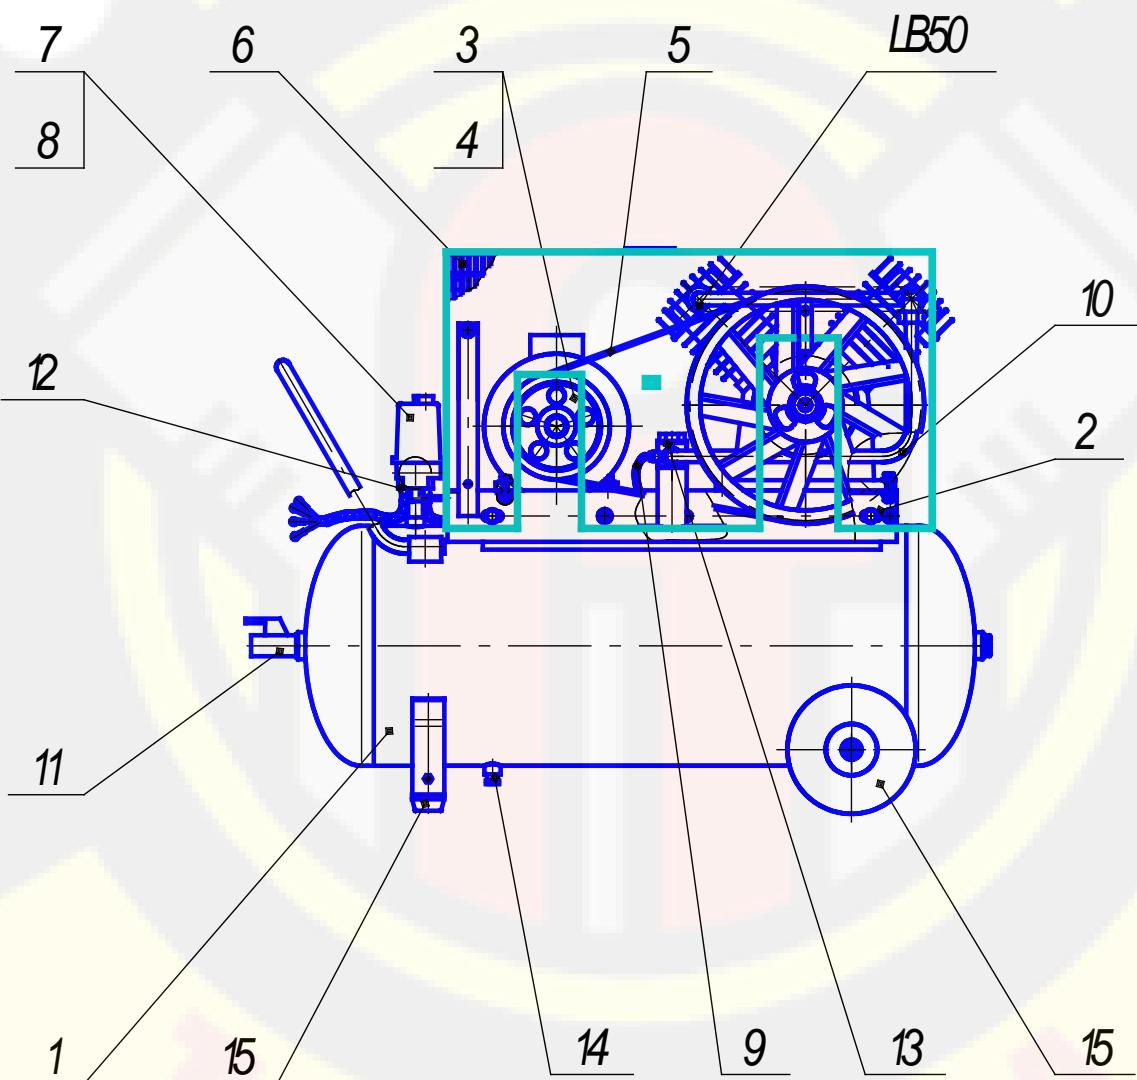
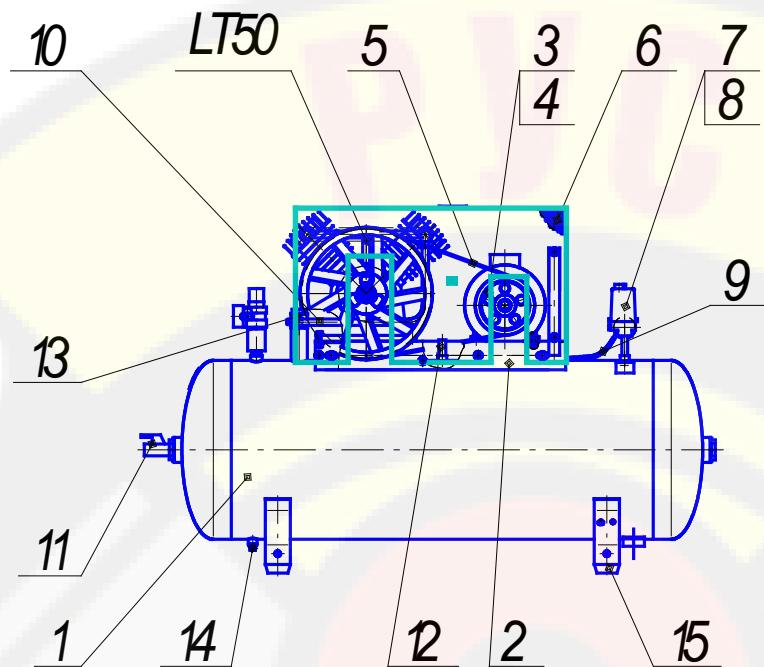
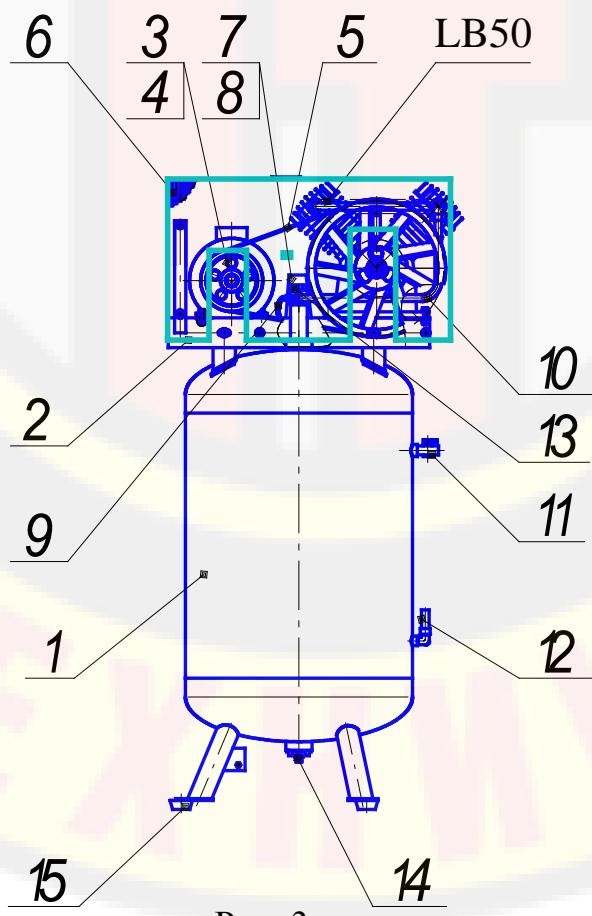
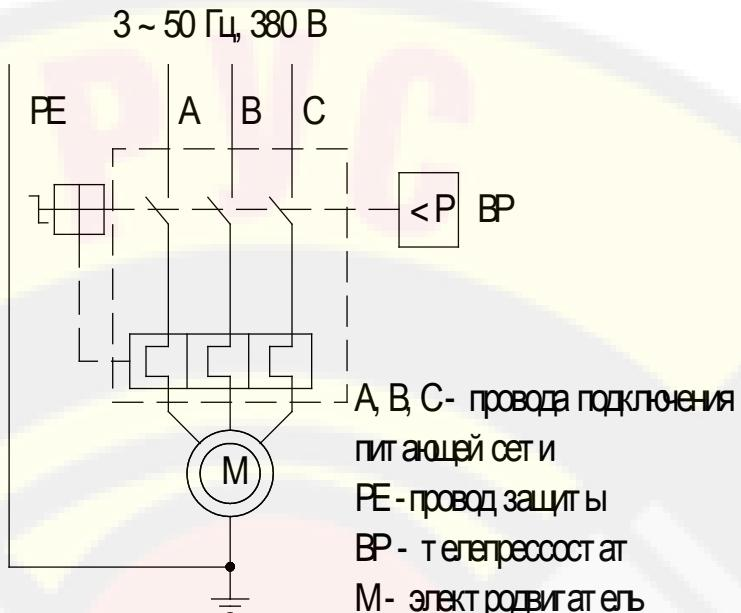

Рис. 1
Рис. 2
Рис. 3
Рис. 4
2.8. Общий вид компрессора представлен на рис. 1, 2, 3, схема электрическая принципиальная – на рис. 4, каталог запасных частей – в Приложении.
Примечание: комплект колес и амортизаторов для компрессоров СБ4/С-100.LB50 (поз. 15, см. рис. 1), комплект амортизаторов для компрессора СБ4/Ф-270.LB50 (поз. 15, см. рис. 2), СБ4/Ф-270.LB50В (поз. 15, см. рис. 3), а также детали их крепления упакованы отдельно.
5.1. Компрессор (рис.1) состоит из следующих основных сборочных единиц и деталей блока поршневого LB50, ресивера (воздухосборника) 1, платформы 2, электродвигателя 3 со шкивом 4, клиновых ремней 5, защитного ограждения 6, телепрессостата 7, манометра 8, воздухопровода сброса давления 9, нагнетательного воздухопровода 10, крана 11, клапана предохранительного 12, клапана обратного 13, крана слива конденсата 14, колес и амортизаторов 15.
Ресивер 1 (см. рис. 1) служит для сбора сжатого воздуха, устранения пульсации давления, отделения конденсата и масла. Ресивер является также корпусом, на котором смонтированы узлы и детали компрессора.